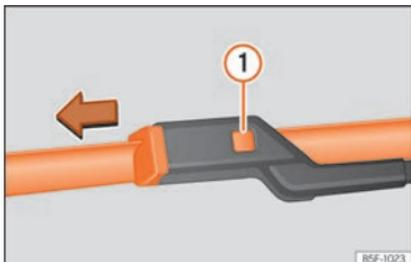

Fig. 80 Remplacement des balais de l'essuie-glace avant.
- Maintenez enfoncée la touche de déverrouillage » » » **fig. 80** **1** en tirant légèrement le balai dans le sens de la flèche.